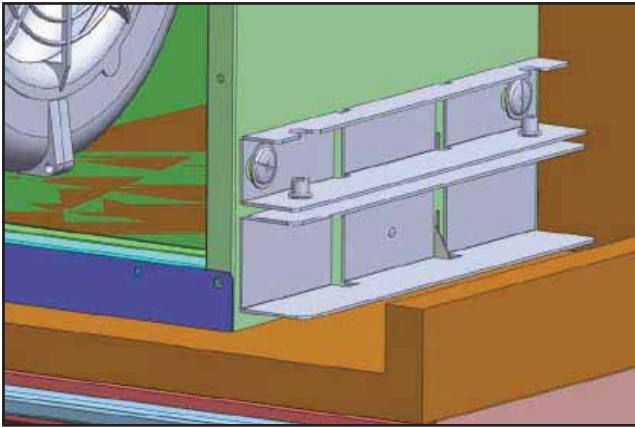

Fig.7
6) Placez les supports d'installation inférieurs sous les supports d'installation supérieurs situés sur les côtés gauche et droit du boîtier de la hotte, Fig.7. Note : La partie plus large des supports d'installation inférieurs devrait se trouver au bas de la hotte.